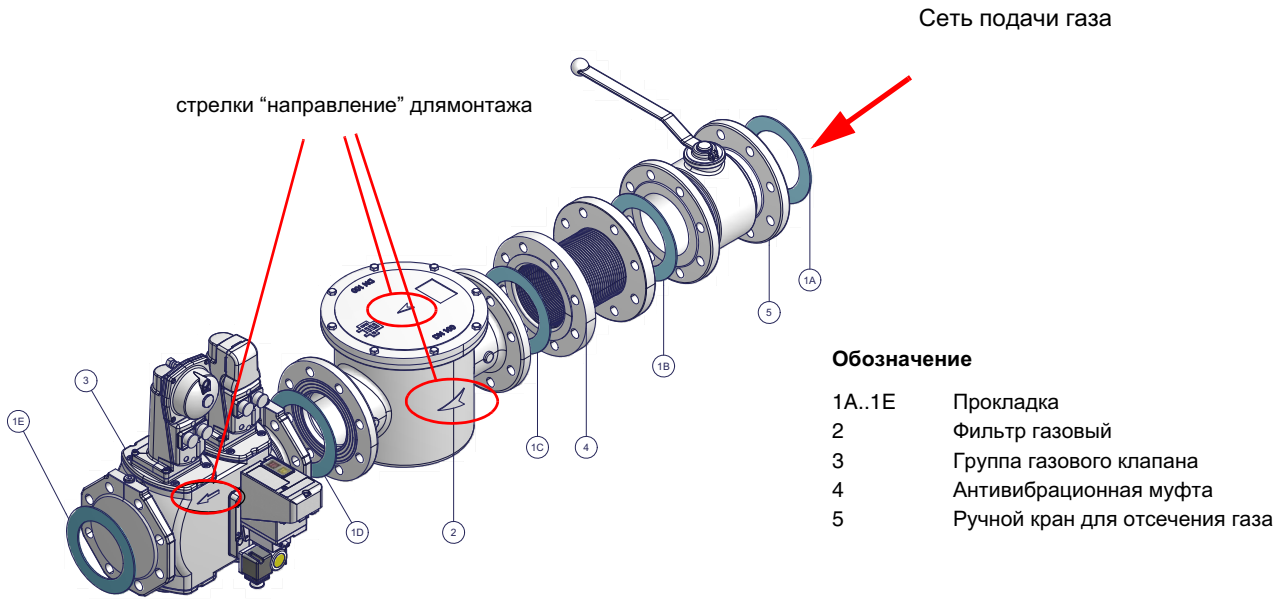

Рис. 5 - Пример газовой рампы
- 1 - б) при фланцевых соединениях: между соседними компонентами устанавливать прокладку (1A..1E - Рис. 5), совместимую с используемым газом,
**ВНИМАНИЕ:** после монтажа газовой рампы согласно схеме на Рис. 5, необходимо провести тестирование на герметичность газового контура, согласно требований действующих нормативов.
ВНИМАНИЕ: после монтажа газовой рампы согласно схеме на Рис. 5, необходимо провести тестирование на герметичность газового контура, согласно требований действующих нормативов.